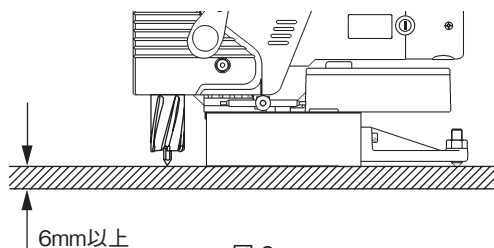

図 6
- **被加工物の厚さは 6mm 以上必要です。**(図 6)